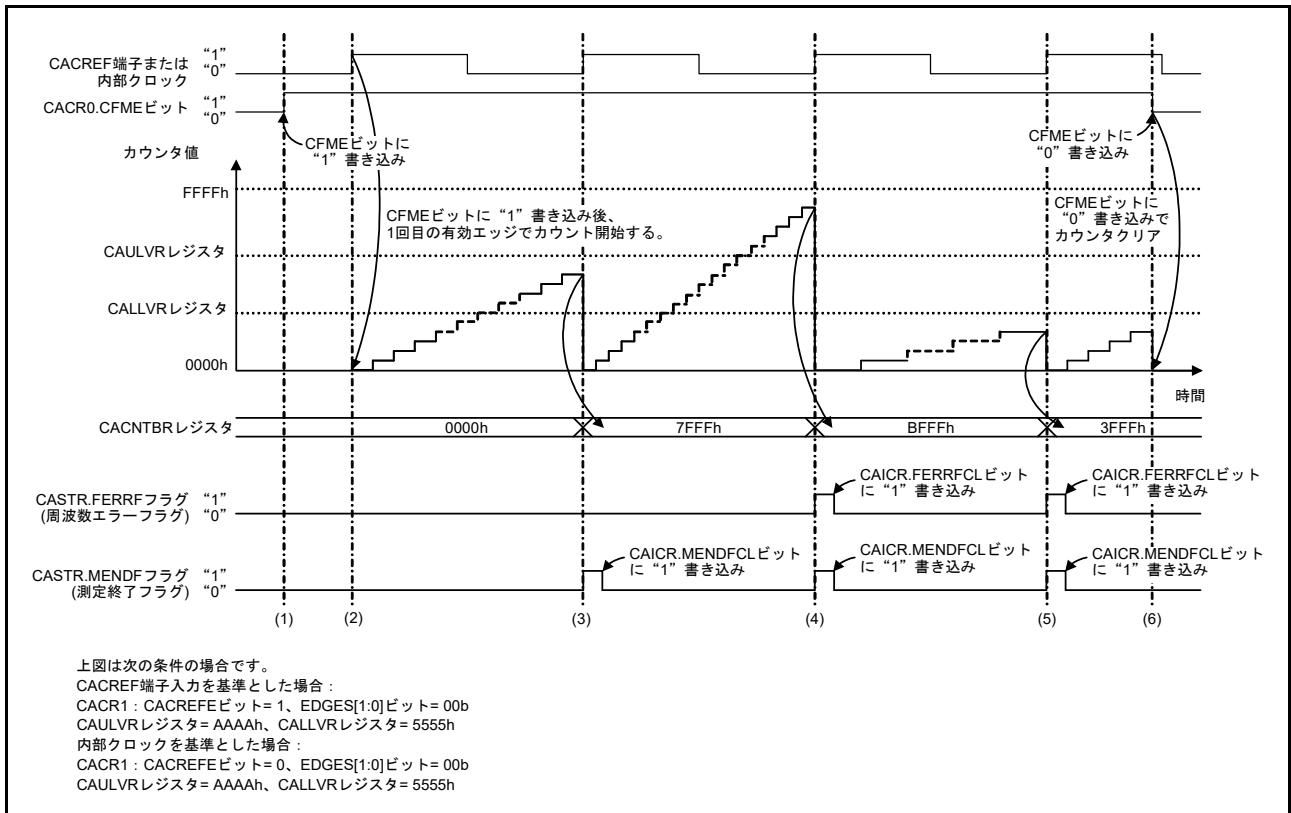

図 10.2 クロック周波数精度測定回路の動作例
クロック周波数精度測定回路は、CACREF 端子入力または内部クロックを基準にクロック周波数を測定します。図 10.2 にクロック周波数精度測定回路の動作例を示します。
- (2) CACREF 端子入力を基準とした場合は、CFME ビットに “1” を書き込み後、CACREF 端子から CACR1.EDGES[1:0] ビットで選択した有効エッジ (図 10.2 では立ち上がりエッジ (CACR1.EDGES[1:0] = 00b)) が入力されるとタイマのカウントアップが開始します。
内部クロックを基準とした場合は、CFME ビットに “1” を書き込み後、CACR2.RSCS[2:0] ビットで選択したクロックソースを元に CACR1.EDGES[1:0] ビットで選択した有効エッジ (図 10.2 では立ち上がりエッジ (CACR1.EDGES[1:0] = 00b)) が入力されるとタイマのカウントアップが開始します。